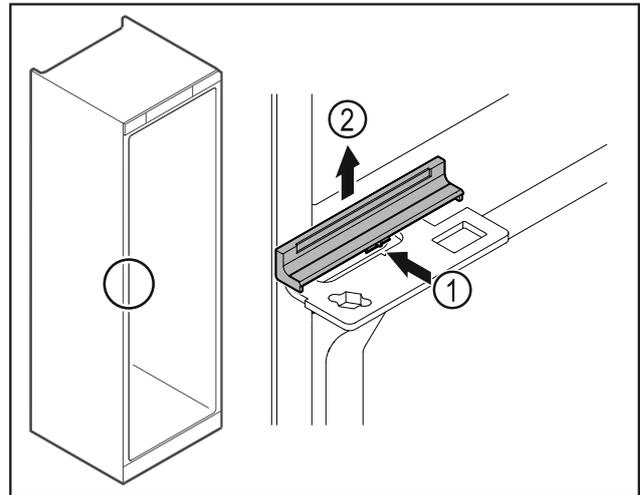

Fig. 43
- Presionar ligeramente la cubierta Fig. 43 (1) por el centro y retirarla hacia arriba Fig. 43 (2).